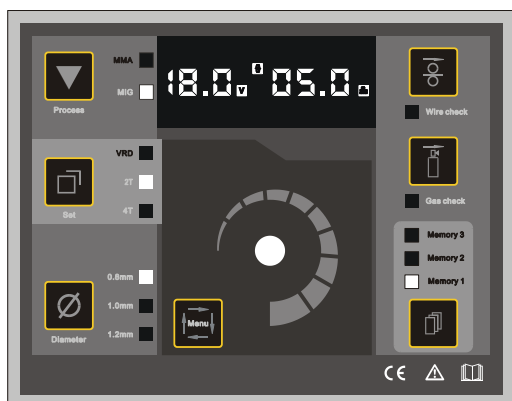
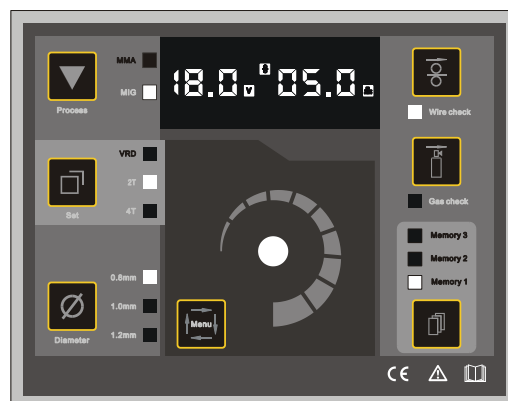

Рисунок 5: Дисплей с установленным напряжением в режиме MIG mode
Рисунок 6: Проверка подачи проволоки в режиме MIG
- а) Когда вы закончили варить, нажмите 【MMA/MIG переключатель】, загорается индикатор режима MIG и аппарат готов к работе в режиме MIG.(Рисунок 5)
- б) 【Цифровой дисплей показывает】показывает установленное “18.0V” в вольтах (V). В то время как “05.0м/мин означает номинальный скорость подачи проволоки и указывается в м/мин”
- с) В режиме MIG нажмите кнопку **【BURN BACK】**, индикатор загорится и вы можете отрегулировать подачу проволоки на высокую скорость. (Рисунок 6). **【Цифровой дисплей】** будет мигать до тех пор пока вы не нажмете выключатель горелки либо любую другую кнопку на панели. **【Цифровой дисплей】** и **【BURN BACK】** перестают мигать – прекращается подача проволоки